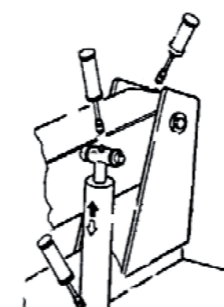

Рис. 23.
4. Цилиндр подъема кронштейна шпинделя, а также его шарнир. Добавляйте смазку через смазочные ниппели (см. рис. 23).